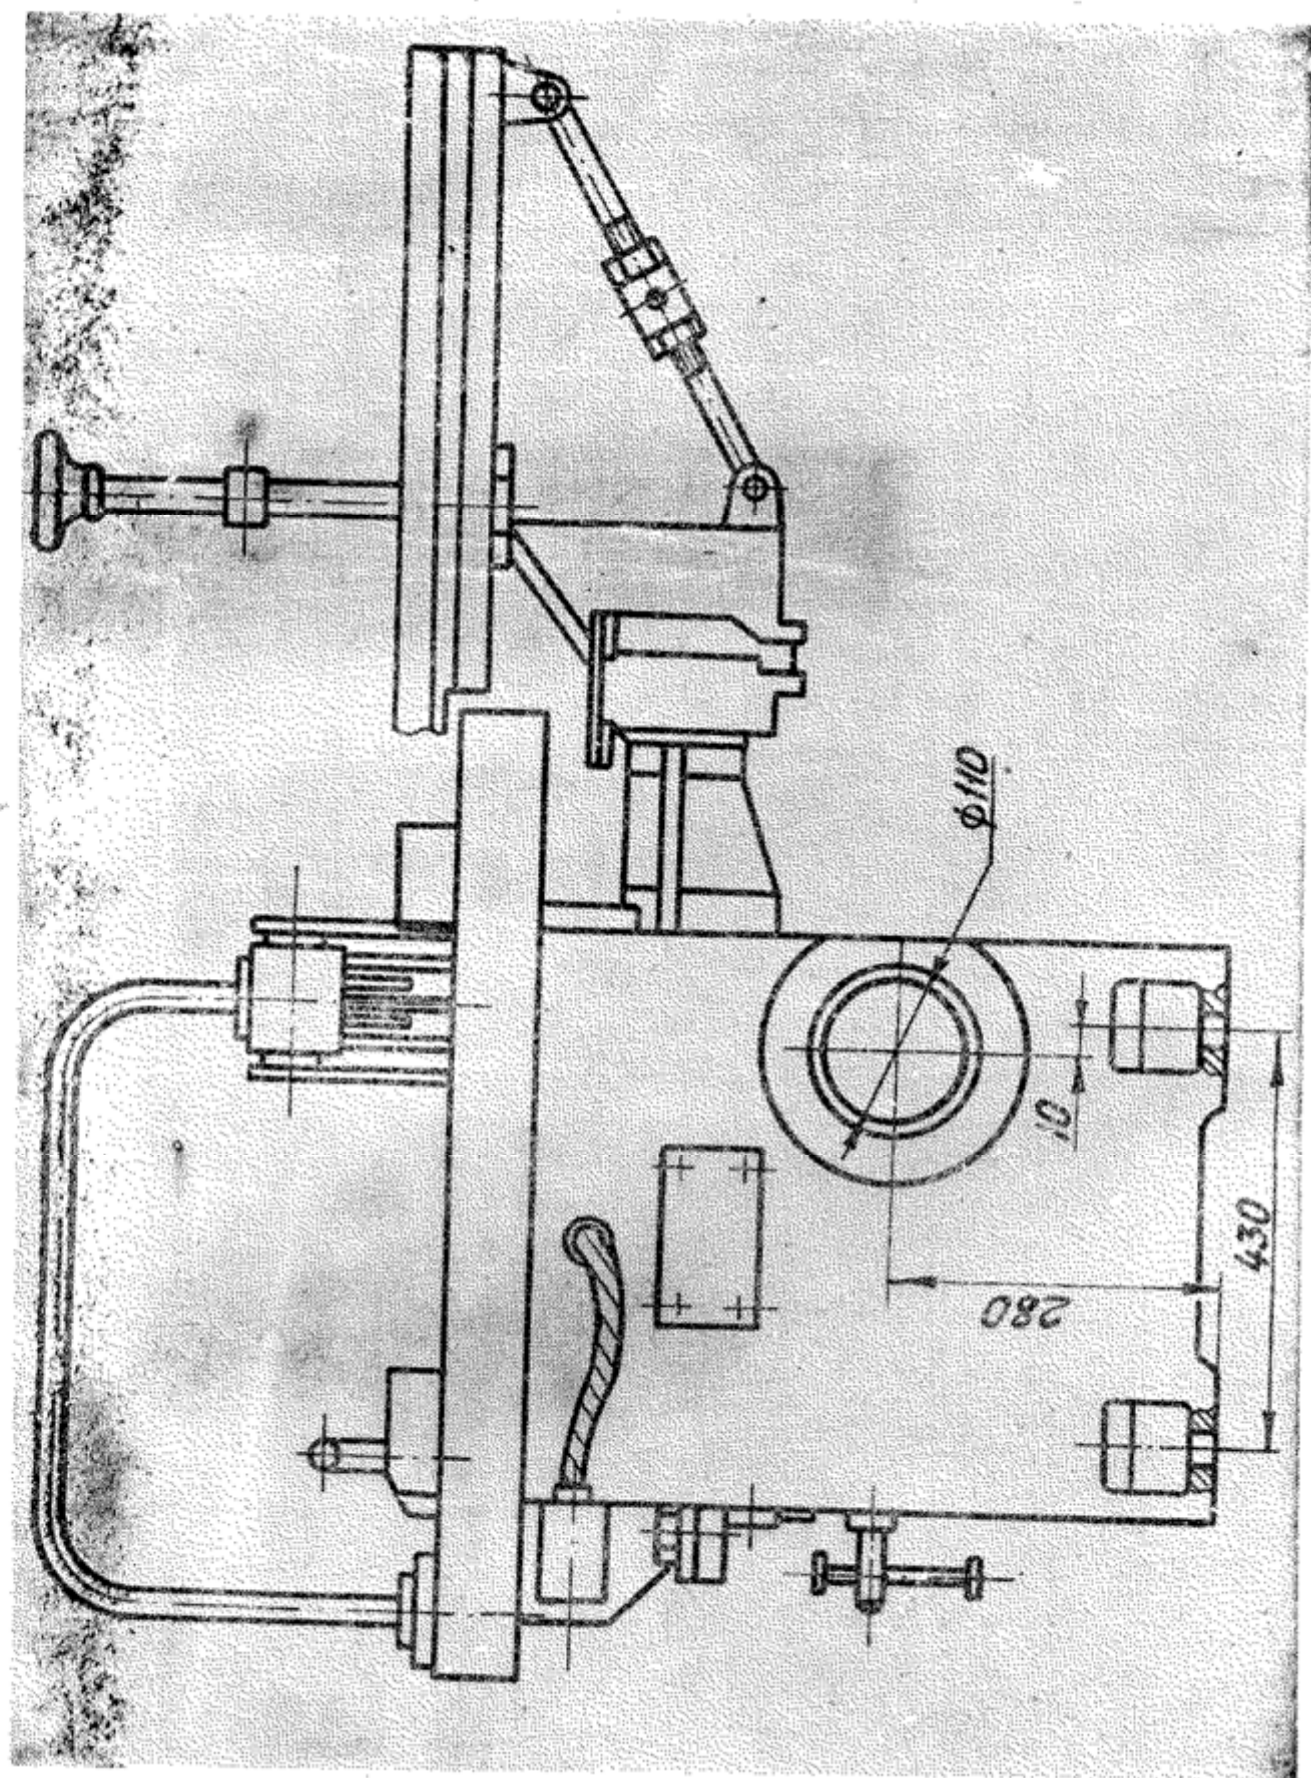

Рис. 4. Координаты патрубка пылеприемника
1.3.3. Координаты патрубка пылеприемника (рис. 4).